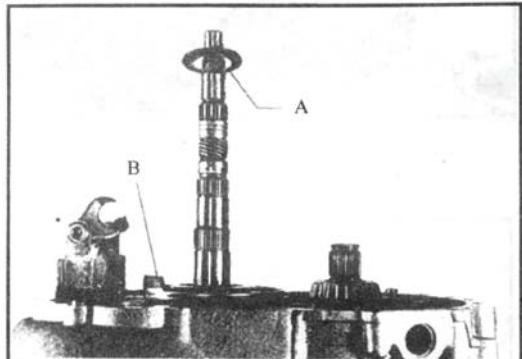

图 4-32 安装变速器 (一)
(1) 装上止推垫片和滚针轴承，如图 4-32 所示。要注意止推垫片的方向，止推垫片 A 的内径与轴承座 B 贴合。安装一档和二档同步环时，要注意不要弄混，一档同步环不喷钼，有三处缺齿。